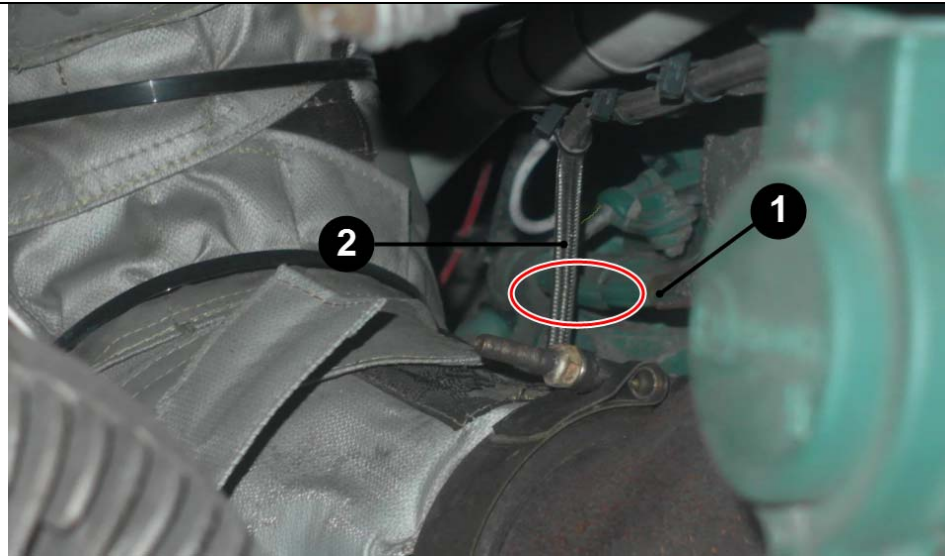

FIGURE 12: ATTACHE DE NYLON MANQUANTE
- 4) Si comme sur la FIGURE 12, l'attache de nylon n'est pas en place ou si une attache inadéquate comme celle de la FIGURE 14 est installée, il est possible que la conduite de carburant de l'injecteur (AHI) soit endommagée par frottement sur le boyau de liquide de refroidissement. Il est nécessaire que la conduite de l'injecteur (AHI) soit inspectée et si elle est endommagée, elle devra être remplacée.